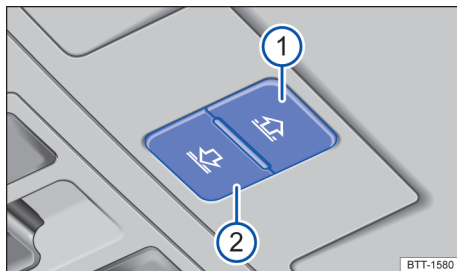

Fig. 100 No revestimento interno do teto: teclas para comandar a cortina de proteção solar.
Os botões → Fig. 100 (1) y (2) têm dois níveis. Ao pressionar os botões até o primeiro nível, é possível abrir ou fechar a cortina de proteção solar total ou parcialmente.
- Antes que transcorram cerca de 5 segundos desde a ativação do limitador de força, pressione o botão → Fig. 100  até que a cortina seja fechada completamente.